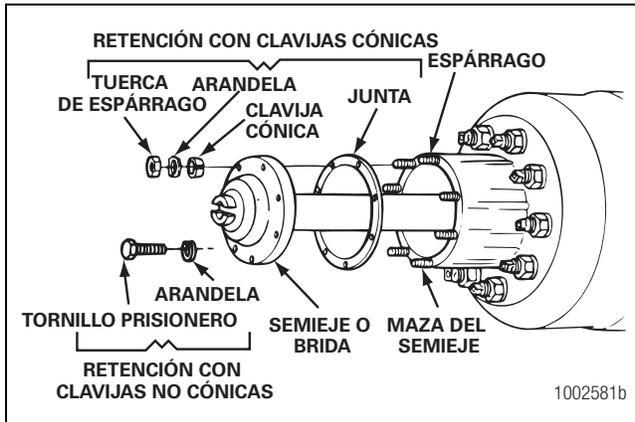

Figura 5.119
3. Instale las juntas y los semiejes dentro de la caja del eje y del portadiferencial. La junta y la brida de los semiejes deben calzar perfectamente contra la maza de la rueda. Figura 5.119.
4. Si las mazas de la rueda tienen espárragos de orificio cónico, instale clavijas cónicas sólidas dentro de cada espárrago y sobre la brida del semieje. Figura 5.119.
- Si las mazas de ruedas tienen espárragos de orificio recto, instale las tuercas y arandelas en los espárragos. Figura 5.119. Apriete las tuercas al valor de torsión correcto. Consulte la Sección 8.
- Instale la junta y el semieje dentro de la caja. La junta y la brida del semieje deben calzar perfectamente contra la maza de la rueda. Figura 5.119.